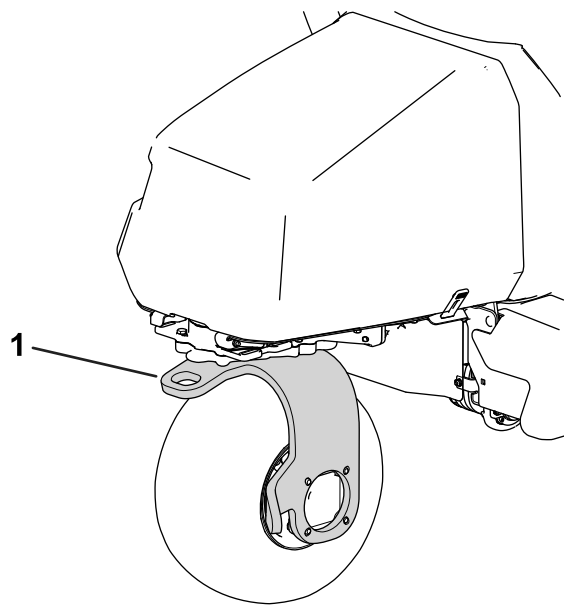

Figura 34
13. Utilice la horquilla de la rueda giratoria trasera para remolcar la máquina (Figura 34).